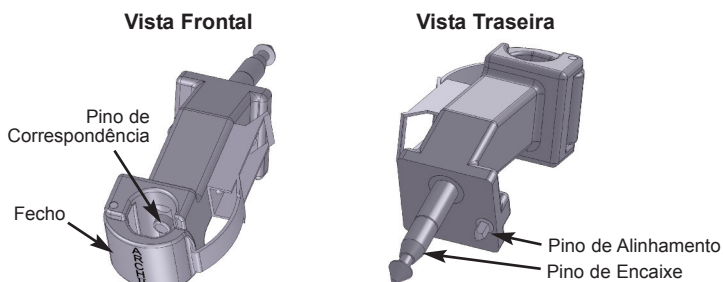

Figura 1. Adaptador Advincula Arch™
2. Insira o Pino de Encaixe do Adaptador (ver Figura 1) no Orifício de Correspondência no braço do UPS até estar bem preso. Utilize o Pino de Alinhamento para obter uma correcta orientação do Adaptador.